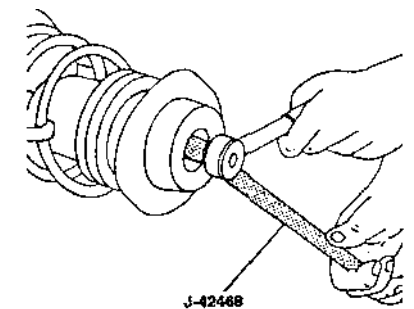

Рис. 5.22.
- сняв защитный колпачок верхней опоры и удерживая шток от проворачивания, отвернуть при помощи специального гаечного ключа (например, J-42468) гайку крепления верхней опоры к штоку (рис. 5.22);